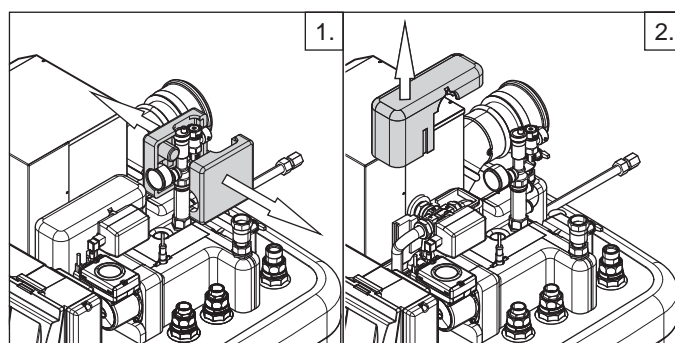

Figura 6-5 Smontare gli isolamenti termici - 1.+ 2.
2. Smontare gli isolanti termici e il motore valvola 3UV DHW (figura 6-5 - figura 6-7).